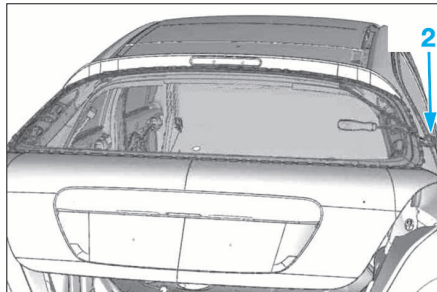

FIG. 118
- A l'aide d'eau savonneuse, apposer la corde sur la périphérie de la lunette (Fig.118).